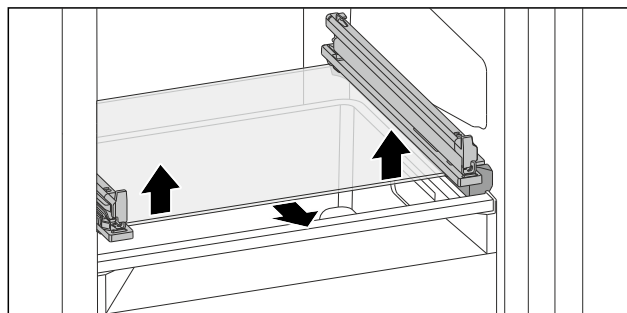

Fig. 73 Placa de vidrio del cajón inclinable
- Empuje la placa de vidrio desde abajo hacia arriba por ambos lados. (consulte Fig. 73)